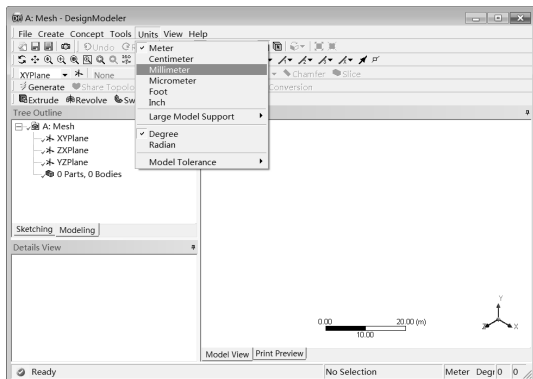

图 3-75 启动 DesignModeler 软件
Step4：此时会弹出如图 3-75 所示的 DesignModeler 平台，设置单位为 mm。